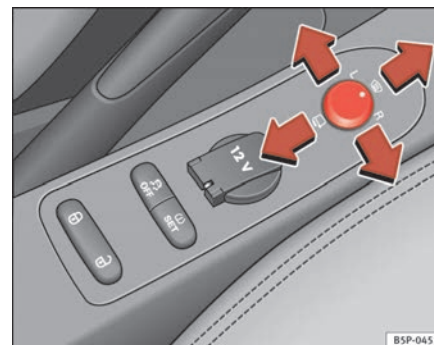

Abb. 86 Drehknopf für Außenspiegeleinstellung
1. Drehen Sie den Drehknopf ⇒ Abb. 86 in Stellung **L** (**linker Außenspiegel**).
- Drehen Sie den Drehknopf nach vorne auf die mittlere Stellung ⇒ Seite 131, Abb. 86 , damit die Heizung der Außenspiegel und die Funktion der beheizbaren Windschutzscheibe* im Bereich der Ruhestellung der Wischerblätter eingeschaltet wird ⇒ Seite 127.
- Drehen Sie den Drehknopf ⇒ Seite 131, Abb. 86 in Stellung , um die Außenspiegel anzuklappen. Sie sollten die Außenspiegel immer anklappen, wenn Sie eine automatische Waschanlage durchfahren, um Beschädigungen zu vermeiden.